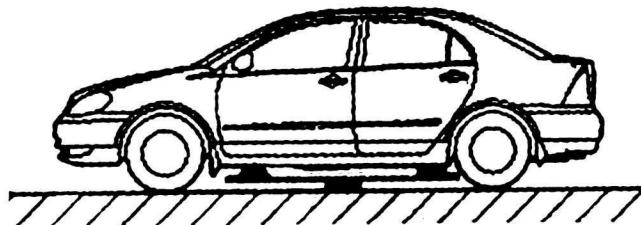

图 1-2-7 工位七
(7) 工位七(举升机降至低位，车轮触及地面)：检查主要集中在发动机舱内，为缩短空闲时间，应合理组织作业流程，在发动机启动预热时和预热后有效地进行，如图 1-2-7 所示。